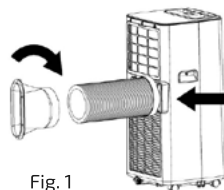

Fig. 1
- Installieren Sie den Heizschlauch (Wie auf der Abb.1 zu sehen ist): verschrauben Sie den Heizschlauch (am Ende Abfussrohr) in die Ablauföffnung in das hintere Panel.